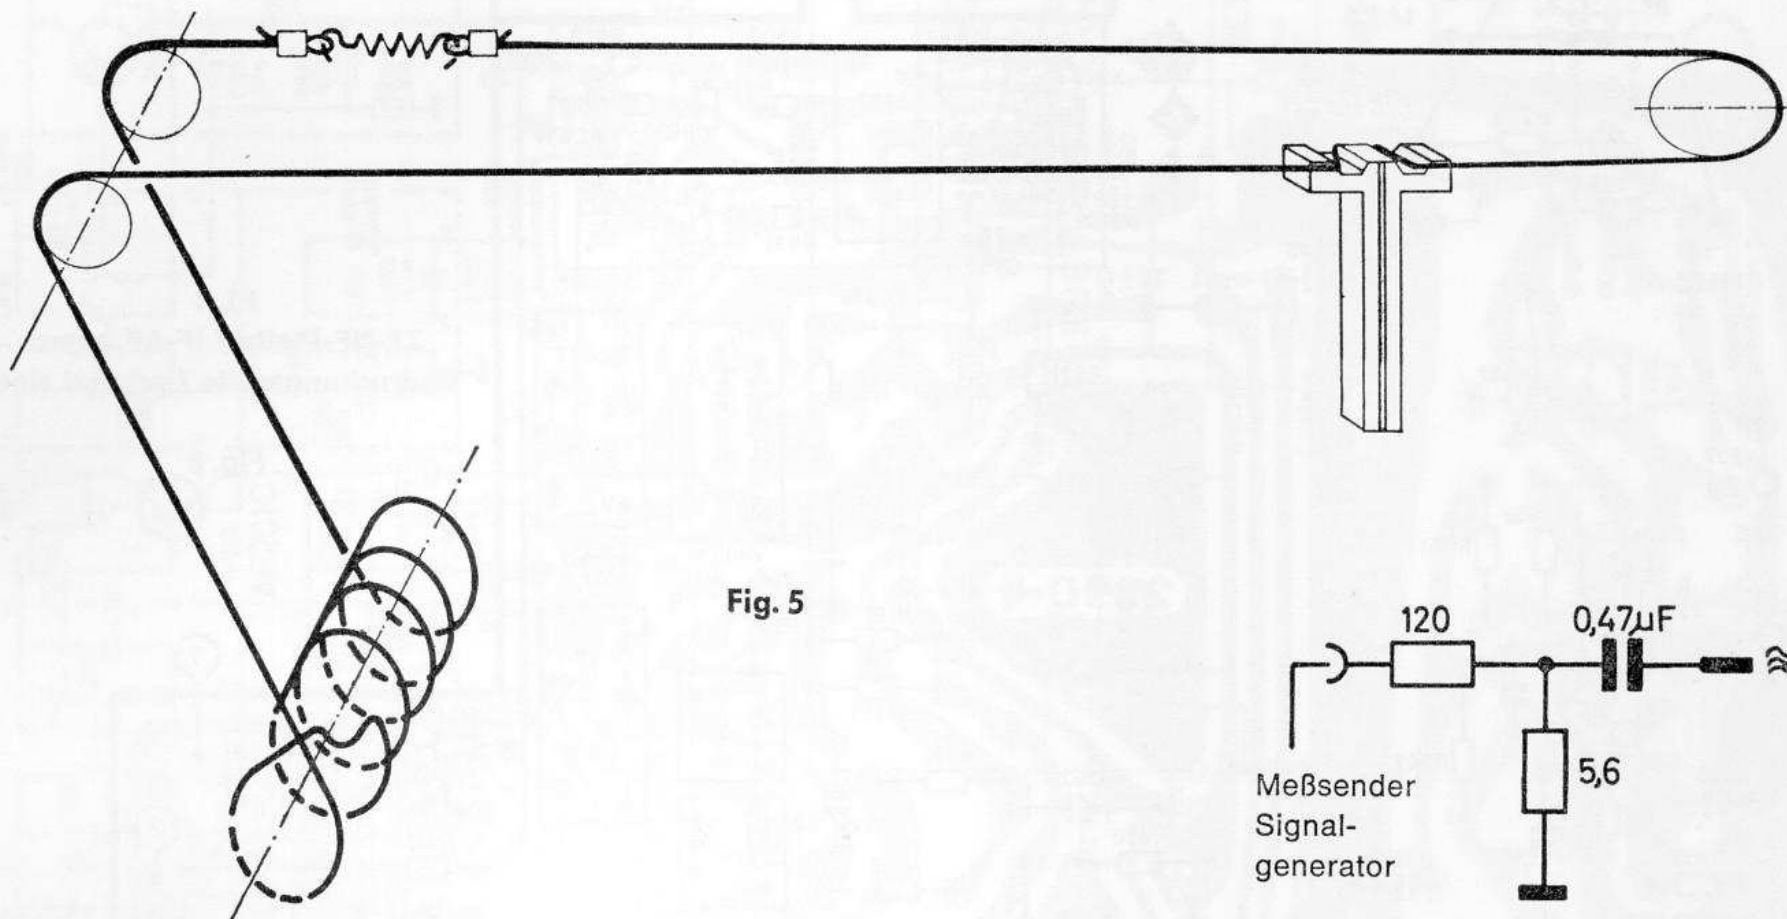

Fig. 5
- 4.3 Skalenseil (Länge ca. 0,70 m) nach Fig. 5 auflegen.
- 4.3 Place drive cable as shown in fig. 5 (length approx. 27.6 inch).